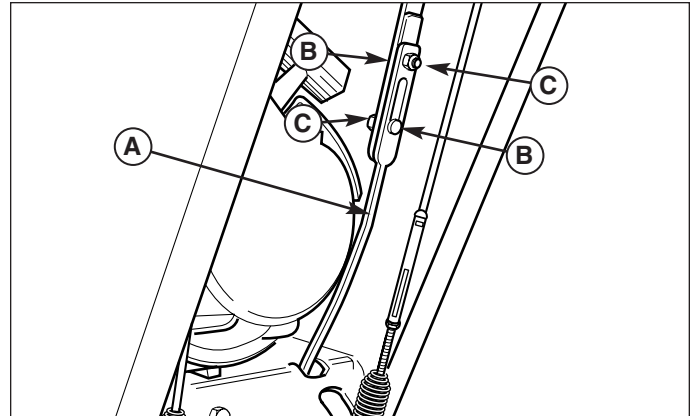

Figure 15. Timonerie du sélecteur de vitesse
1. Desserrer les deux écrous (C, Figure 15).
3. Pousser la tringle inférieure dans logement et serrer les deux écrous. Ne pas tirer ou pousser sur les tringles pendant le serrage. Vérifier que les épaulements des boulons (B) sont dans les trous oblongs.